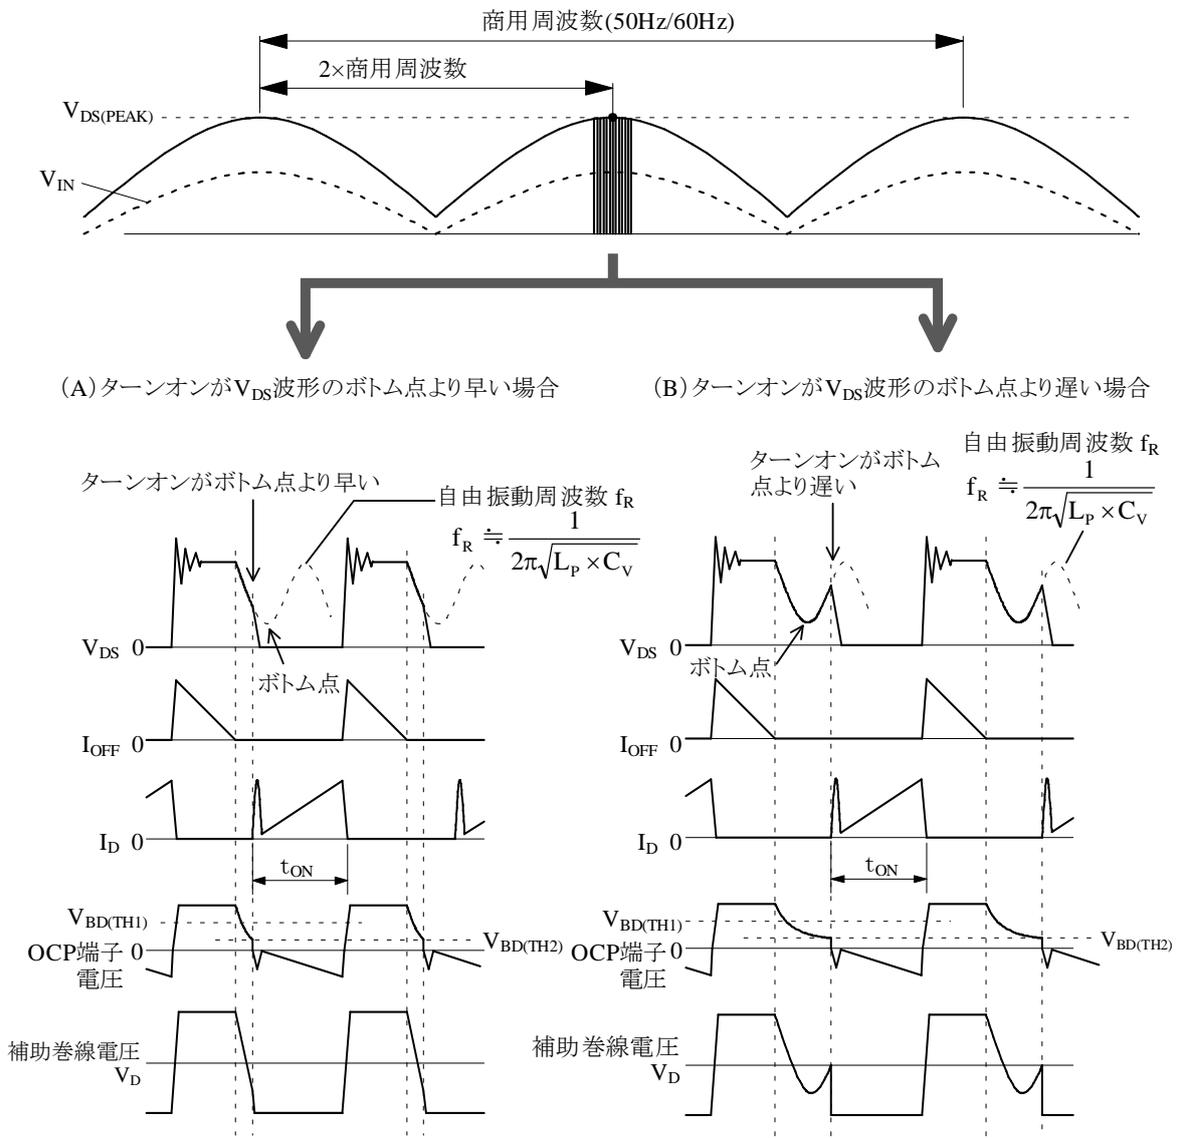

図 9-17  $V_{DS(PEAK)}$ 付近の波形
- $V_{DS(PEAK)}$ 部のターンオンが、ボトム点より早い場合 (図 9-17 (A)) :
- $V_{DS(PEAK)}$ 部のターンオンが、ボトム点より遅い場合 (図 9-17 (B)) :